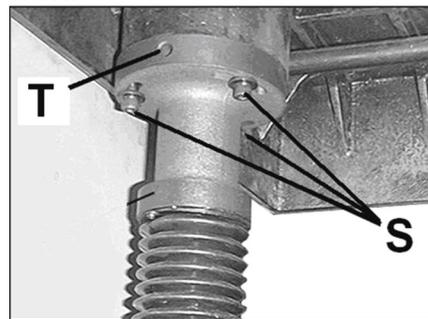

Рис.17
3. Ослабьте три винта (S, Рис. 17) снизу стола.
4. Поместите пруток или отвёртку в одно из отверстий (Т, Рис. 17) и поверните колонну чтобы поднять стол, пока шаблон не встанет под ножевой вал надлежащим образом. Такой же эффект может быть достигнут, понижая другую сторону стола.
5. По окончании выставления затяните винты (S, Рис. 17).